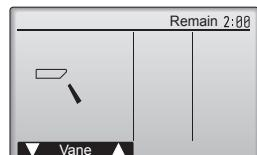

Fig. 8-4
- Trykk på [SELECT] for å vise betjeningskjermen for spjeldene, og trykk deretter på knappene [F1] og [F2] for å kontrollere auto-spjeldene. (Fig. 8-4)